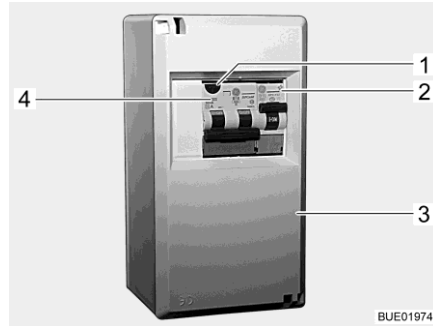
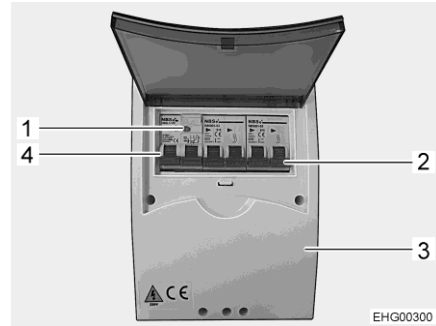

Fig. 192 Caja de fusibles de 230 V
Fig. 193 Caja de fusibles de 230 V (variante)
- Desconectar los interruptores de protección de línea (Fig. 192,2, Fig. 192,4 ó Fig. 193,2, Fig. 193,4) en la caja de fusibles (Fig. 192,3 ó Fig. 193,3).
- Al estar el vehículo conectado a la alimentación de 230 V, pulsar la tecla de prueba (Fig. 192,1 ó Fig. 193,1) del interruptor de corriente de defecto / de protección de línea combinado (Fig. 192,4 ó Fig. 193,4) en la caja de fusibles (Fig. 192,3 ó Fig. 193,3). Se debe activar el interruptor de corriente de defecto.